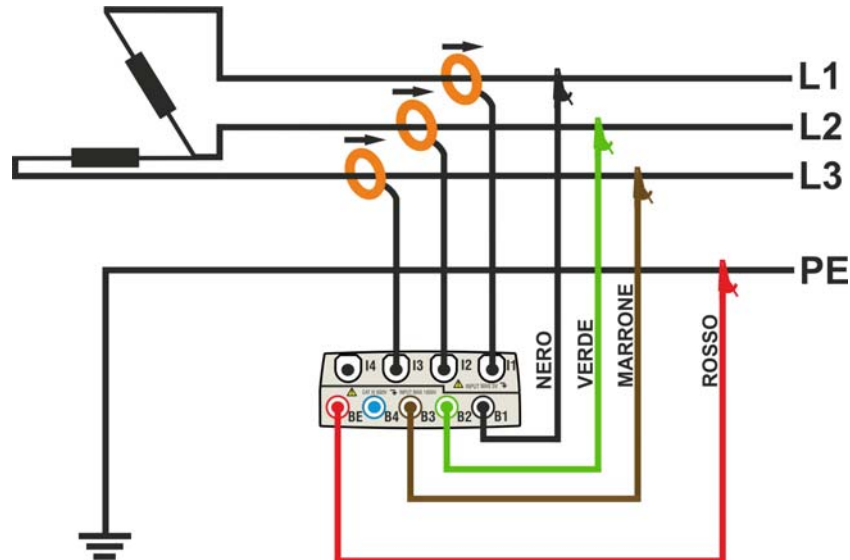

Fig. 177: Collegamento dello strumento in un sistema Trifase 3-fili 3F DA
2. Collegare i cavi di misura della tensione sui conduttori di Fase L1, L2, L3 e PE rispettando i colori come mostrato in Fig. 177. **Verificare a display l' indicazione "123" relativa al corretto senso ciclico delle fasi** (vedere il § 5.2.4) ed effettuare le opportune correzioni fino al raggiungimento di tale situazione.
3. Collegare le pinze di corrente sui conduttori di Fase L1, L2, L3 come mostrato nella Fig. 177 **rispettando il verso della freccia** presente sulla pinze stesse che indica la direzione convenzionale della corrente da generatore a carico. **Verificare sempre, (selezionando preliminarmente il sistema 3-fili) nelle videate della sezione Visualizzazione Misure, che le Potenze Attive P1, P2, P3 siano sempre positive e che i fattori di potenza Pf1, Pf2, Pf3 siano corrispondenti ad un carico, normalmente induttivo**, prima di attivare una registrazione. In caso di valori negativi della potenze attive ruotare la pinza di 180° sui conduttori interessati.